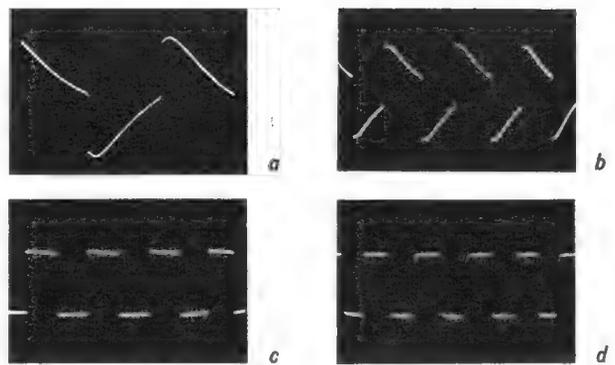

Bild 9. Überalles-Impulsbilder für die Frequenzen a = 40 Hz, b = 100 Hz, c = 1 kHz, d = 10 kHz
4. Phasen- und Laufzeitverzerrungen (Bild 9)	vernachlässigbar klein